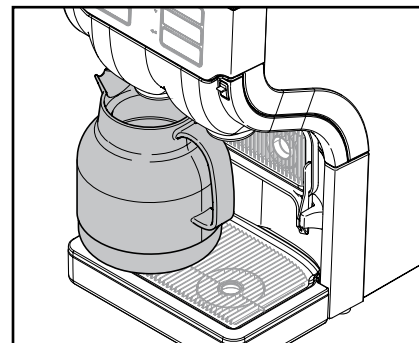

Fig 12
- Coloque o seu bule sobre a bandeja colectora de pingos. (Fig. 12).